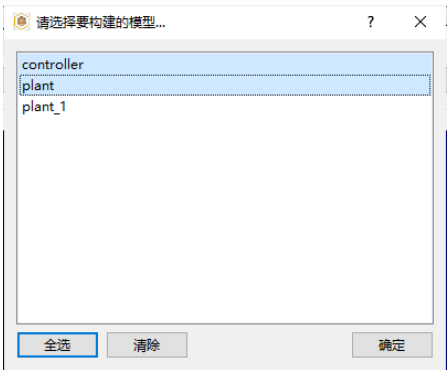

图 3.4: 选择模型
- 弹出模型选择对话框，在模型列表中选择 controller 和 plant 模型，如 图 3.4。